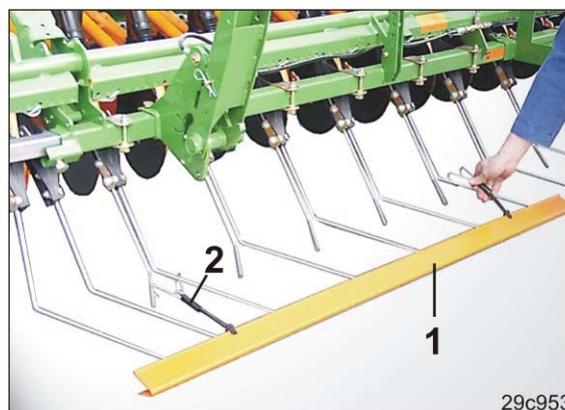

Fig. 165
1. Colocar el listón protector para la circulación de varias piezas (Fig. 165/1) sobre las púas de la rastra de precisión.
2. Fijar los listones protectores para la circulación con soportes de resorte (Fig. 165/2) en la rastra de precisión.